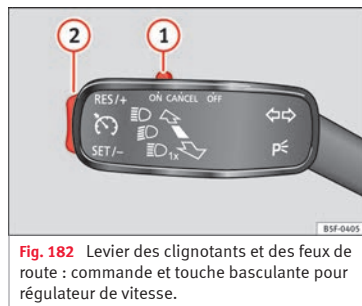

Fig. 182 Levier des clignotants et des feux de route : commande et touche basculante pour régulateur de vitesse.
- Déplacez la commande » fig. 182 ① vers la gauche pour la régler sur **ON**.
- Appuyez une fois brièvement sur la partie inférieure de la commande à bascule **SET-** » fig. 182 ② lorsque la vitesse à mémoriser est atteinte.
- Appuyez sur la partie supérieure de la commande à bascule **RES+** » fig. 182 ② pour augmenter la vitesse. Tant que vous maintenez enfoncée la commande à bascule, le véhicule accélère. Lorsque vous lâchez la commande à bascule, la nouvelle vitesse est mémorisée.
- Appuyez sur la partie inférieure de la commande à bascule **SET-** » fig. 182 ② pour réduire la vitesse. Le véhicule réduira la vitesse en décélérant automatiquement tant que la touche est enfoncée. Lorsque vous lâchez la commande à bascule, la nouvelle vitesse est mémorisée.
Si vous diminuez la vitesse mémorisée en appuyant sur la pédale de frein, le régulateur se désactive. Vous pouvez réactiver le régulateur en appuyant une seule fois sur la partie supérieure de la commande à bascule **RES+** » fig. 182 ②.
- lorsque la commande ① est poussée dans la direction de **OFF** sans qu'elle ne s'emboîte.
Pour récupérer le régulateur, levez le pied de la pédale de frein ou d'embrayage ou réduisez la vitesse en-dessous de 180 km/h (112 mph) et appuyez une fois sur la partie supérieure de la commande à bascule **RES+** » fig. 182 ②.
Pour **désactiver complètement** le système, déplacez la commande » **fig. 182** ① vers la droite jusqu'à la butée (OFF emboîtée), ou quand le véhicule est arrêté, en déconnectant l'allumage.